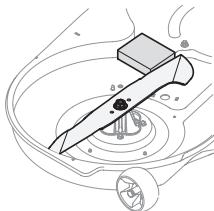

Figura 35
2. Coloque un bloque de madera entre el deflecto del alojamiento central de la plataforma y la cuchilla de corte, para que actúe como estabilizador. Consulte la Figura 35.
3. Extraiga la tuerca de brida hexagonal que asegura la cuchilla al montaje de husillo. Consulte la Figura 35.
3. Coloque un bloque de madera entre el deflecto del alojamiento de la plataforma y la cuchilla de corte para que actúe como estabilizador. Consulte la Figura 35.